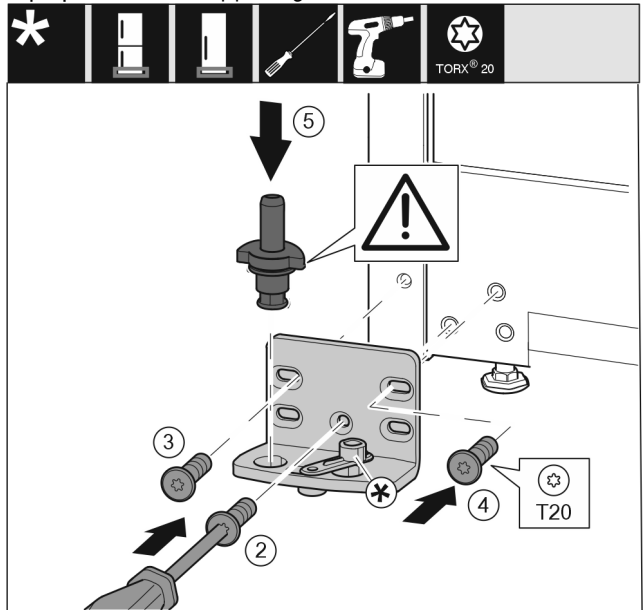

Fig. 36
- ▶ Εφαρμόστε το στήριγμα στην άλλη πλευρά και βιδώστε το με τη βοήθεια ενός κατασβιδιού T20. Αρχίστε με τη βίδα 2 κάτω στο κέντρο. Fig. 36 (2)
- ▶ Σφίξτε τη βίδα 3 και 4. Fig. 36 (3,4)
- ▶ Τοποθετήστε ολόκληρο τον πείρο. Βεβαιωθείτε ότι το έκκεντρο ασφάλισης είναι στραμμένο προς τα πίσω. Fig. 36 (5)
- ▶ Εφαρμόστε το στήριγμα στην άλλη πλευρά και βιδώστε το με τη βοήθεια ενός κατασβιδιού T20. Αρχίστε με τη βίδα 2 κάτω στο κέντρο. (2)
- ▶ Περιστρέψτε τη σύνδεση αποσβεστήρα κλεισίματος κατά 180°. Βιδώστε στην άλλη πλευρά του στηρίγματος με κατασβίδι T20. (5)
- ▶ Τοποθετήστε ολόκληρο τον πείρο. Βεβαιωθείτε ότι το έκκεντρο ασφάλισης είναι στραμμένο προς τα πίσω. (6)